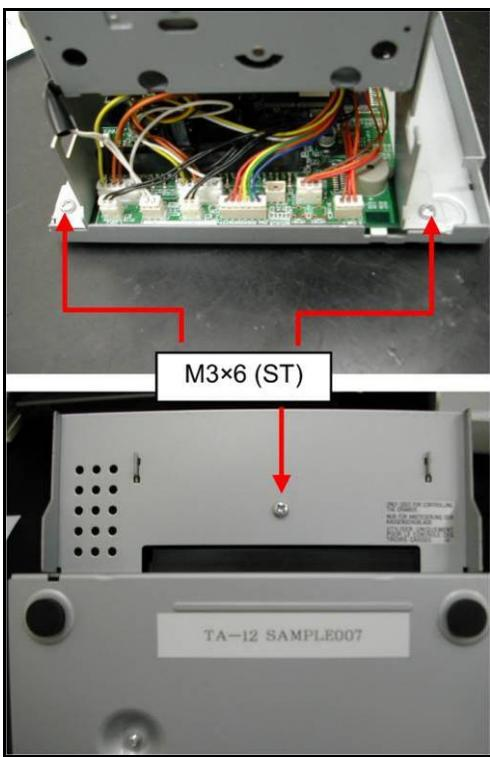

Рисунок 11 – Винты, крепящие верхнюю часть станины к нижней.
2.3.9. Отсоедините верхнюю часть станины от нижней части станины (поддона), открутив три винта (см. рис. 11).